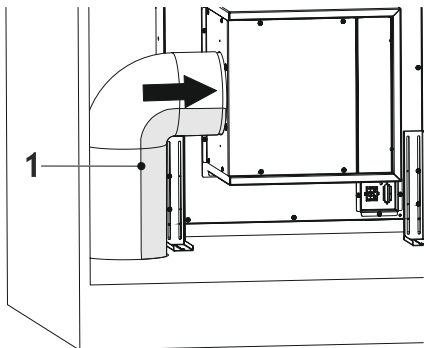

Fig. 19: I
9. Som i figuren kan till exempel en fast utsugskanal användas med t ex en 90° böj (Fig. 19).